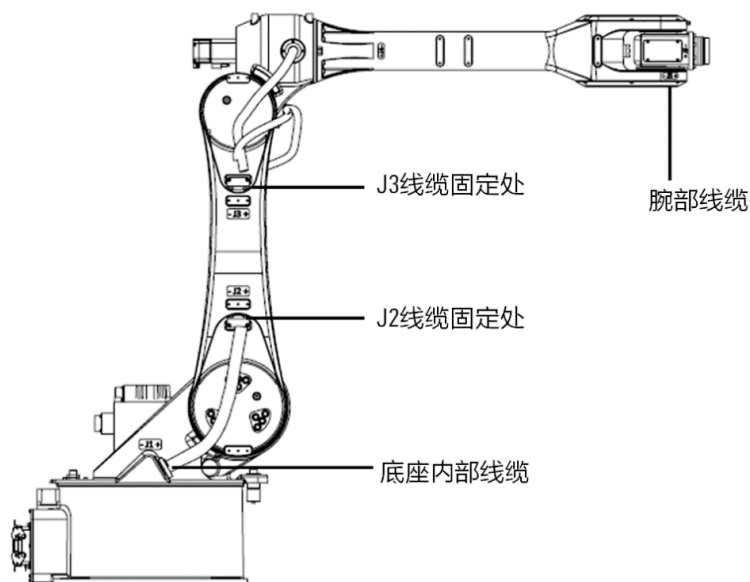

图 12-1 操作机线缆布局图
为保证机器人能够长期运转，每运行 1920 小时或 6 个月（以较短时间为准），应检查操作机线缆，线缆布局如图 12-1 所示。
- 步骤8. 将线缆装入底座内部, 保持图 12-1 中睡“U”型。